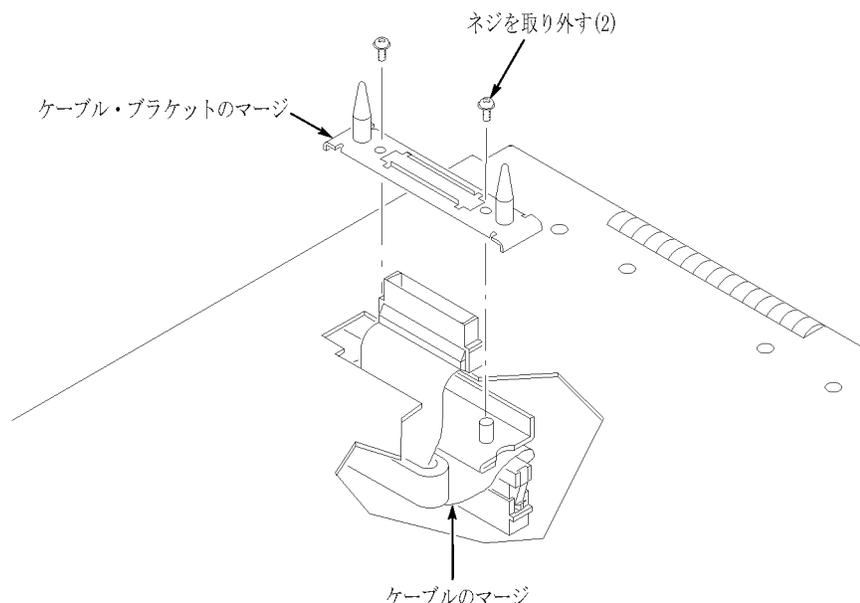

図 53: マージ・ケーブルをカバーに通す
9. マージ・ケーブルをカバーの穴に通しながら、カバーを元の位置に戻します。(図 53 参照)。